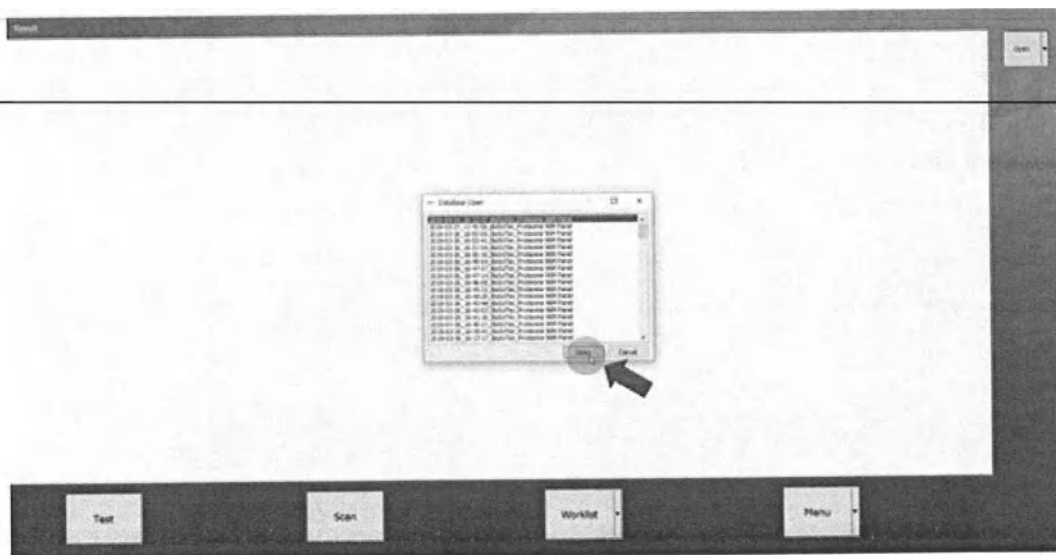

Рисунок 50
8.10.2 Когда появятся списки результатов, сохраненных на ПК, следует выбрать необходимые результаты и нажать кнопку «Открыть» (Рисунок 50).